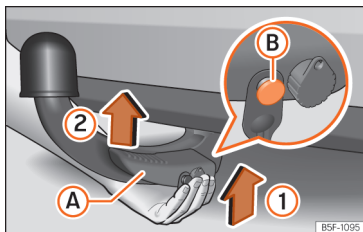

Abb. 174 Anhängerkupplung anbringen Schritt 1
- Die Anhängerkupplung **von unten** und der Pfeilrichtung »» Abb. 174 (1) folgend in die deren Aufnahme einsetzen, bis sie hörbar einrastet »» ⚠.
Der Hebel »» Abb. 174 (A) dreht sich **automatisch** in Pfeilrichtung (2) nach oben und der Entriegelungsbolzen (B) kommt heraus (sein rot-grüner Teil ist sichtbar) »» ⚠.
- **Beim Befestigen der Anhängerkupplung nicht mit den Händen in den Hebel fassen, um ein Einklemmen der Finger zu vermeiden »» Abb. 174 (A).**